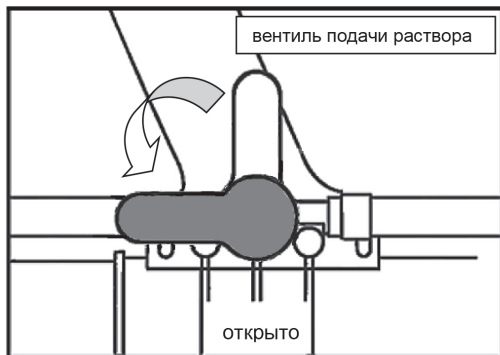

Рис. 19
- Переведите вентиль подачи раствора в горизонтальное положение «открыто» (рис. 19).